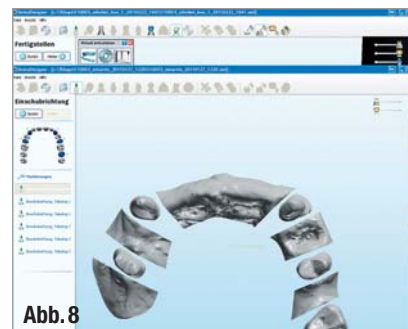
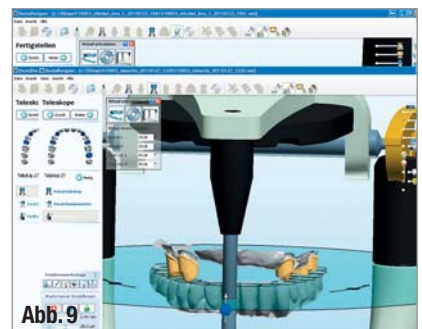

Abb. 8
Abb. 9
Der Datentransfer in die Software DentalDesigner ist dank einer eigenen Importfunktion problemlos über E-Mail, USB-Stick oder CD möglich. Da die beiden Komponenten – Lava C.O.S. und DentalDesigner – von den Unternehmen genauestens aufeinander abgestimmt wurden, ist ein reibungsloser Ablauf bei diesem Schritt sichergestellt. Im DentalDesigner wurden die Primärkronen digital konstruiert. Hierzu erfolgte zunächst die Festlegung der Einschubrichtung (Abb. 8). Danach generierte die Software einen Konstruktionsvorschlag für die fünf Käppchen, der im virtuellen Artikulator noch einmal überprüft wurde (Abb. 9).
- ▲ Abb. 8: Festlegen der Einschubrichtung im DentalDesigner.
- ▲ Abb. 9: Die Primärkronen im virtuellen Artikulator.